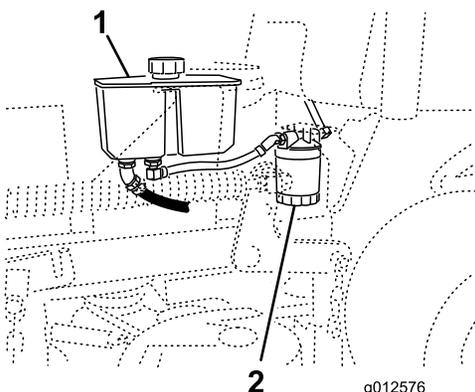

Figura 74
3. Individuate il filtro e collocate una bacinella di spurgo sotto il filtro stesso (Figura 74).